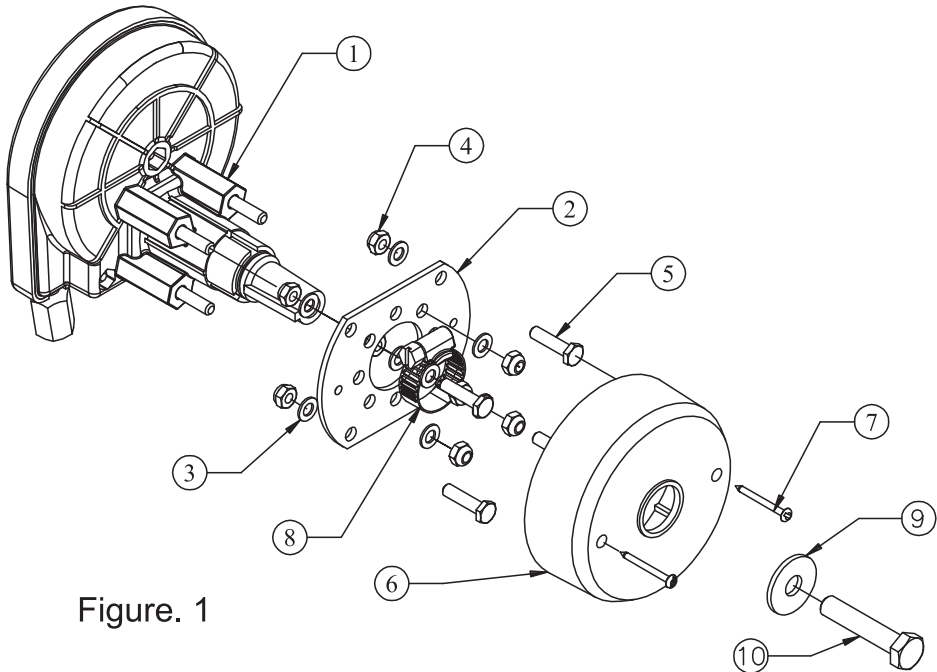

Figure. 1
Styringen indeholder følgende dele (fig. 1):
- Styring (fig. 1, nr 1)
- Beslag (fig. 1, nr 2)
- Monteringskappe (fig. 1, nr. 6)
- Skruer: M6 x 35 mm (fig. 1, nr. 5)
- Skive: (fig. 1, nr. 3)
- Låsemøtrik: M6 (fig. 1, nr. 4)
4. Monter styringen (fig. 4) på beslaget med M6 låsemøtrikker (fig. 1, nr. 4), som medfølger.
5. Monter medfølgende stopbøjle (fig. 1, nr. 8).
6. Fastgør monteringsklokken (fig. 1, nr. 6) på instrumentpanelet – anvend skruer (fig. 1, nr. 7), som medfølger (fig. 5).